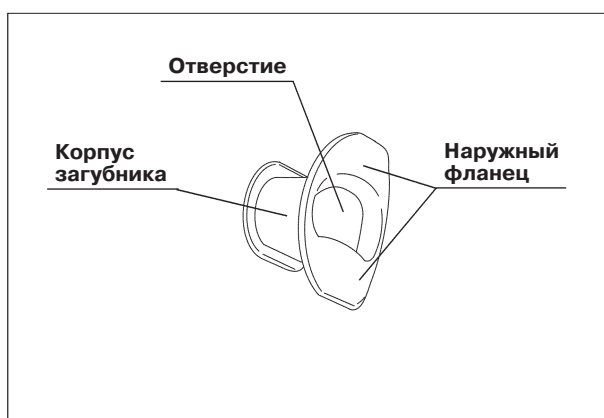

Рис. 3.8
1. Убедитесь в отсутствии трещин, деформирования или изменения цвета загубника (см. рис. 3.8).
2. Проверьте пальцами поверхность загубника на предмет наличия трещин или других повреждений (см. рис. 3.8).